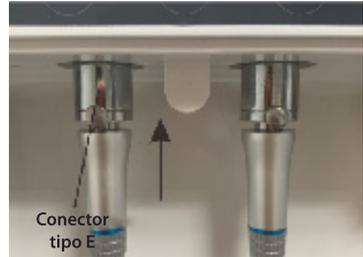

Figura 9
1. Abra la cubierta (como se muestra en la Figura 9) Instale la pieza de mano en el conector de baja velocidad hasta que la pieza de mano y la interfaz estén bloqueadas.
2. Abra la cubierta (como se muestra en la Figura 9)